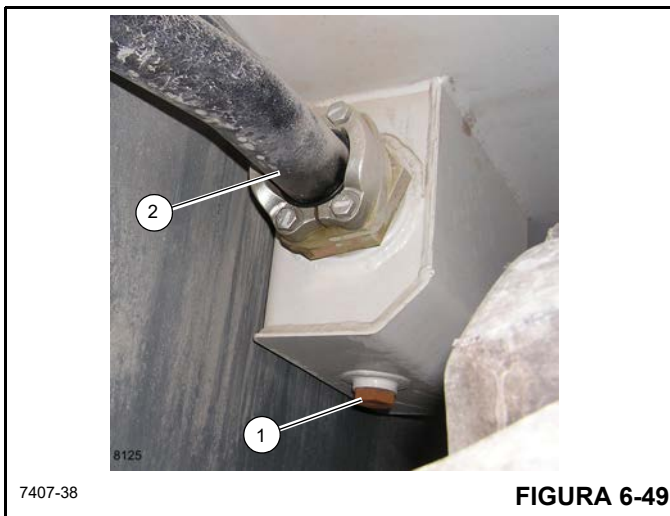

FIGURA 6-49
5. Coloque un recipiente adecuado debajo de la lumbrera de vaciado del depósito hidráulico (Figura 6-49).
6. Retire el tapón de vaciado (1, Figura 6-49) y vacíe el aceite en el recipiente.
7. Desconecte la manguera de aspiración (2, Figura 6-49) del depósito hidráulico. Vacíe el aceite hidráulico en el